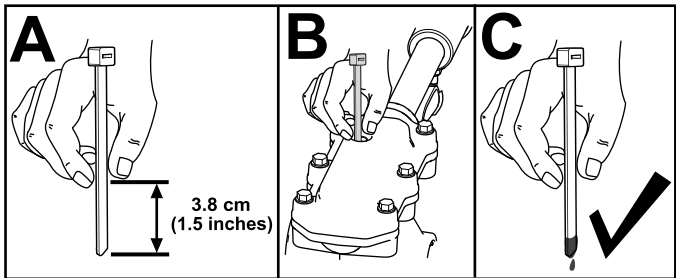

Figura 34
3. Verificai nivelul uleiului utilizând un dispozitiv de măsurare adecvat, cum ar fi un colier de cablu curat. Uleiul trebuie să fie la aproximativ 3,8 cm sub deschiderea de umplere (Figura 34).